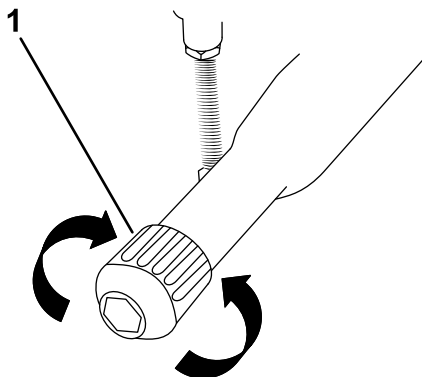

Figure 29
• **Serrage du frein de stationnement :** (Figure 29).
4. Tournez le bouton du frein de stationnement **dans le sens horaire** (Figure 29).
• **Desserrage du frein de stationnement :** (Figure 29).
4. Tournez le bouton du frein de stationnement **dans le sens antihoraire** (Figure 29).